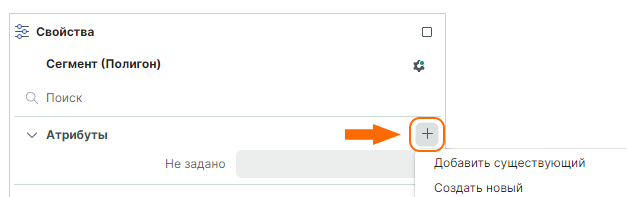

Рис. 301 Способы добавления атрибута
2. Перейдите в панель «Свойства» и в группе «Атрибуты» нажмите кнопку «Добавить атрибут», см. Рис. 301.